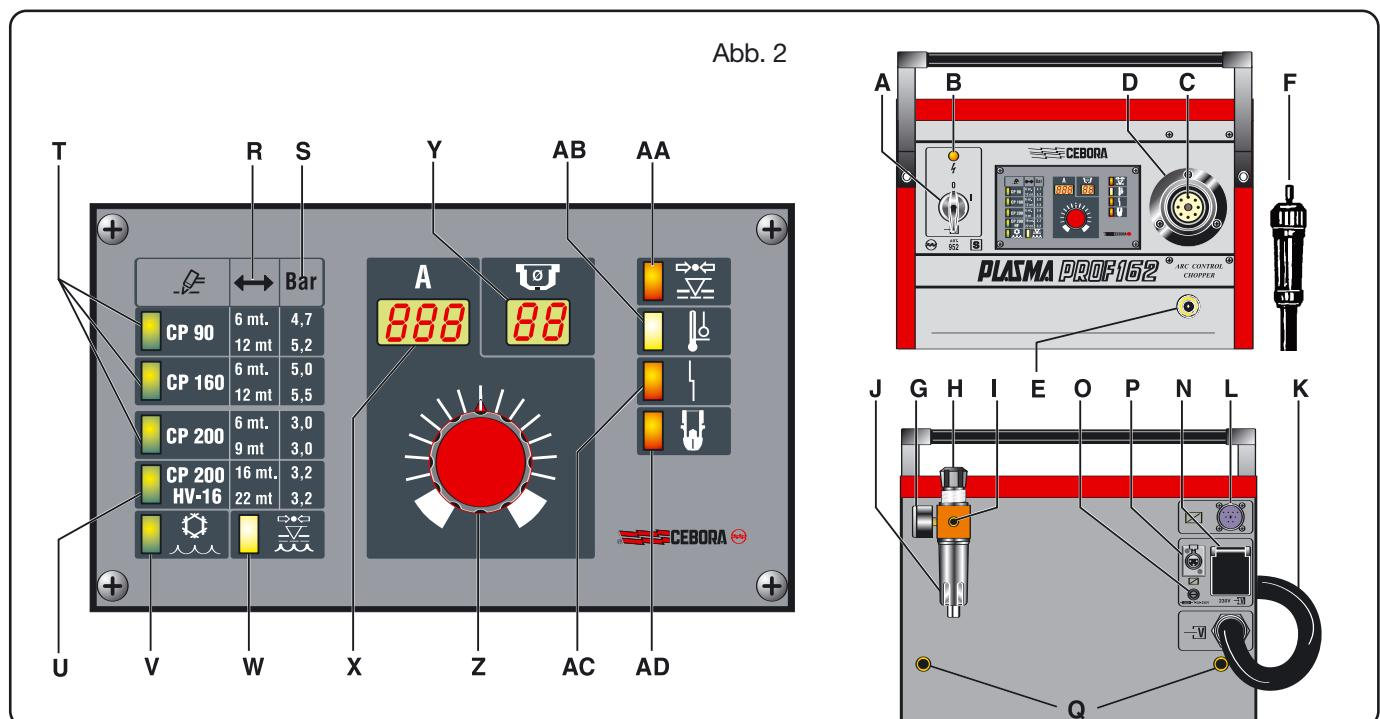

Abb. 2
2.2 BESCHREIBUNG DES GERÄTS (ABB. 2)
- Bei Anschluß mit Stecker muß man einen Stecker verwenden, dessen Bemessungsstrom den Angaben auf dem Leistungsschild entspricht. In diesem Fall muß der Stecker dazu verwendet werden, die Maschine vollständig vom Netz zu trennen, nachdem Schalter **A** (Abb. 2) auf "O" geschaltet wurde.
Sie verhindert Überlastung und befindet sich auf den Wicklungen des Haupttrafos; die Meldung erfolgt durch Aufleuchten der LED **AB** (siehe Abb. 2).
Gasdruck betrieben wird. Sie befindet sich auf der Speisung des Brenners und meldet durch Aufleuchten der LED **AA** (siehe Abb. 2). Wenn die LED für die Dauer von 60' blinkt, bedeutet dies, daß der Druck kurzfristig ungenügend war.
2) sie verhindert den Betrieb des Geräts, wenn die Elektrode so weit verbraucht ist, daß sie ausgetauscht werden muß. Dieser Zustand wird durch Aufleuchten der LED **AD** (Abb. 2) gemeldet.